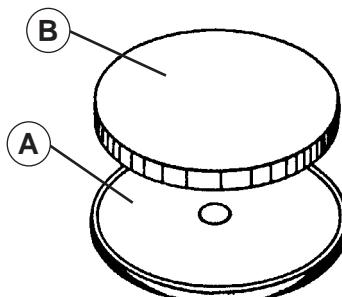

FIG. 4
- PLATEAU PORTE FEUTRE [VOIR FIG. 4] :